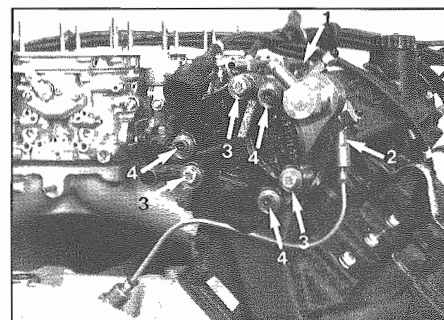

Fig. 19 - 1 - Tubo depressione
- Smontare il tubo depressione 1 (**Fig. 19**) ed installare un vacuometro.
- Staccare il condotto lubrificazione 2 (**Fig. 19**). Allentare le viti di fissaggio e rimuovere la pompa.
- Remove vacuum pipe 1 (**Fig. 19**) and fit a vacuum meter.
- Disconnect lubrication duct 2 (**Fig. 19**). Unscrew fixing screws and remove pump.